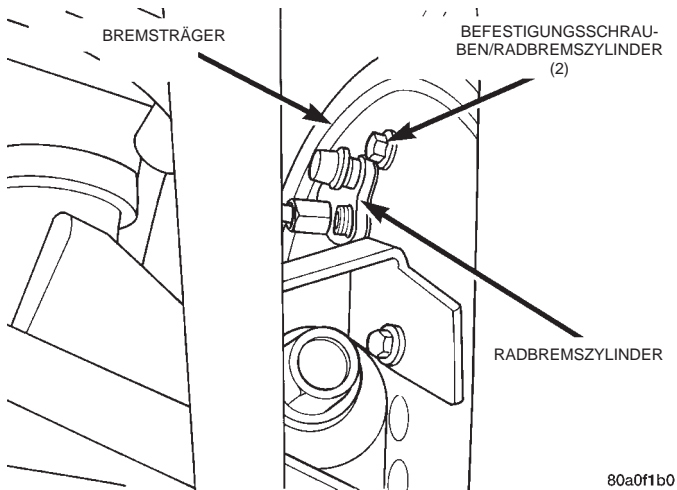

Abb. 77 Befestigungsschrauben des Radbremszylinders
(3) Die Befestigungsschrauben des Hinterrad-Bremszylinders lösen (Abb. 77) und den Bremszylinder vom Bremsträger abziehen.
(1) Am Radbremszylinder einen dünnen Strang Silikon-Dichtmittel auf die Bremsträger-Paßfläche auftragen.
(2) Den Radbremszylinder am Bremsträger ansetzen. Die Befestigungsschrauben (Abb. 77) mit einem Anzugsmoment von 13 N·m (115 in. lbs.) festziehen.